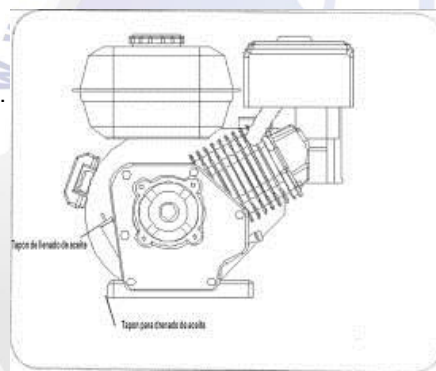

Fig. 23
8. Deșurubați capacul rezervorului uleiului și curățați tija de măsurare cu apă curată. Vezi Fig. 23